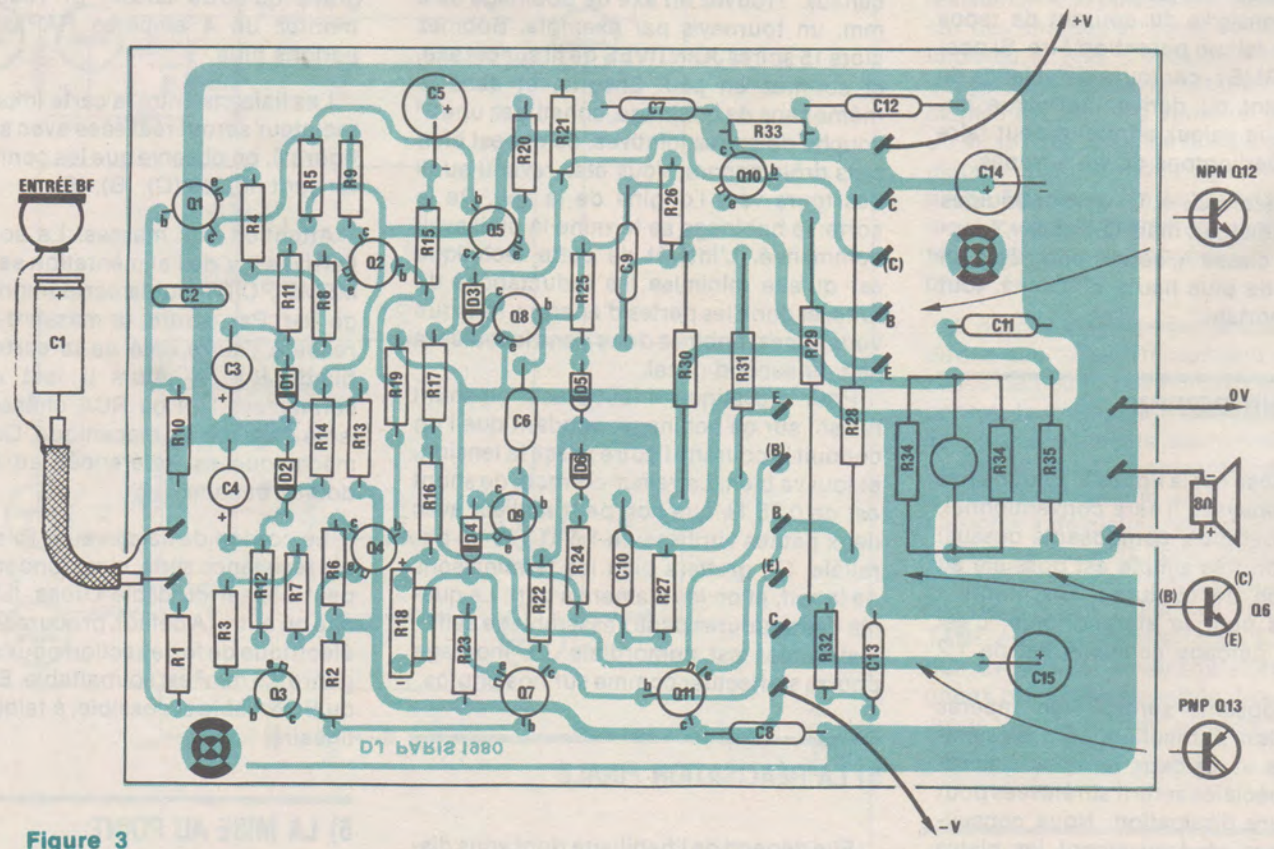

Figure 3
Les liaisons entre la carte imprimée et le radiateur seront réalisées avec soin. Sur la **figure 3**, on observe que les connexions de Q6 sont notées (C), (B), (E).